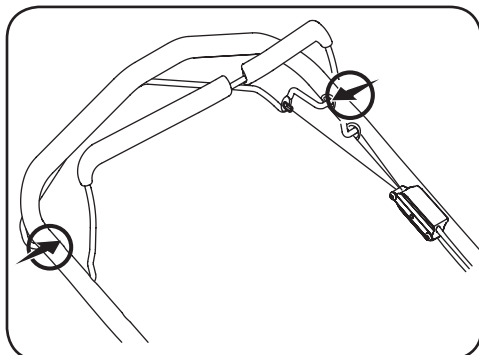

Figura 4-2
2. En los modelos de la Serie 280 equipados con un control de transmisión, también lubrique los puntos de pivote en la palanca de control de la transmisión al menos una vez por temporada con aceite ligero. Este control debe operar libremente en ambas direcciones. Vea la Figura 4-2.